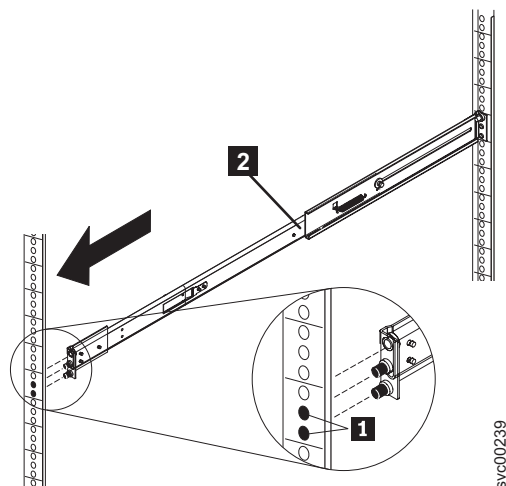

図 39. 右側レールの引き延ばし
4. 65 ページの図 39 に示すように、レール・ピン **1** が背面ラック・マウント・フランジを通して突き出るようにして、右方スライド・レール **2** を伸ばし、フランジに挿入します。同じ方法で左側レールを挿入します。